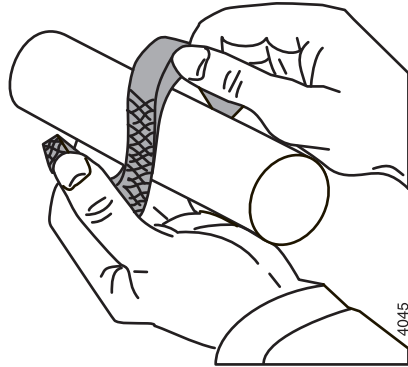

Figura 23: Piegare assialmente gli anelli di guarnizione.
- 1 Montare i 5 anelli di guarnizione. Posizionare le guarnizioni con le aperture alternate. Gli anelli di guarnizione verranno aperti piegandoli solo assialmente, vedere la figura 23.